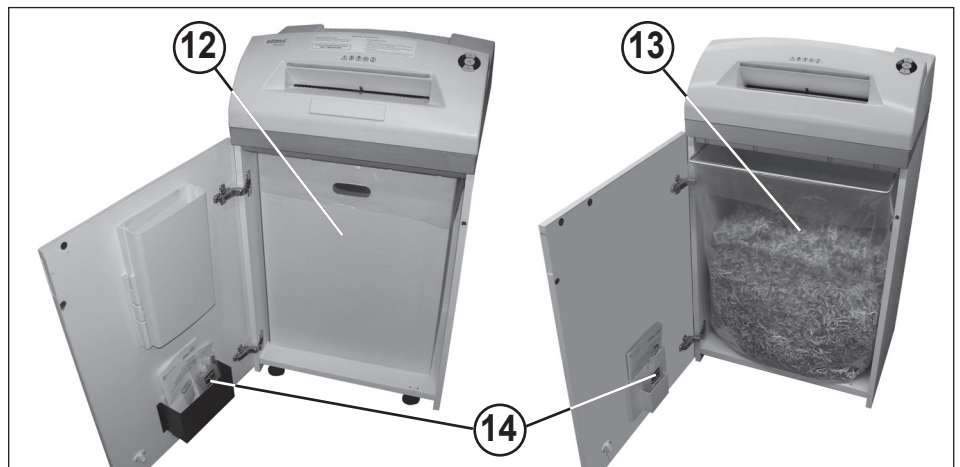

Fig. 4
12 = Recipiente recolector (Fig. 4)
13 = Saco recolector para papel (Fig. 4)
14 = Botellita de aceite (Fig. 4)
CÓMO VACIAR EL RECIPIENTE RECOLECTOR / SACO RECOLECTOR PARA PAPEL (Fig. 4):
Abra la puerta. El indicador de control (8) se enciende y el indicador piloto del pulsador de retroceso (4) así como el indicador de control (7) **parpadean**. Tome la botellita de aceite (14) (Fig. 4) situada en el soporte de la puerta y vuelva a cerrar la puerta.